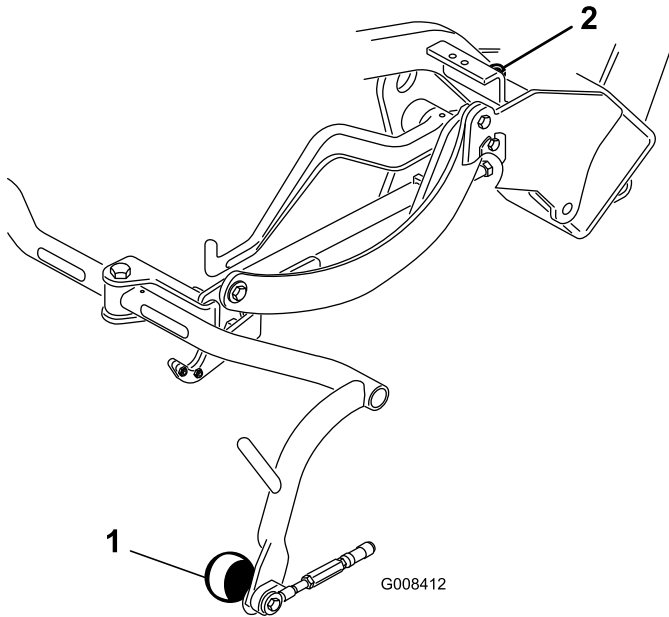

Figura 6
4. Si necesita ajustar la distancia, afloje la contratuerca del tornillo del tope del bastidor de tiro (Figura 6) y gire el tornillo en uno u otro sentido para elevar o bajar el bastidor de tiro. Apriete la contratuerca para afianzar el ajuste.